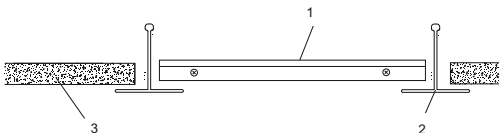

Рисунок 2
4.2.3 Встраиваемый монтаж производить в подвесные потолки типа «Armstrong» (см. рисунок 2). Светодиодную панель (1) установить на место потолочной плиты 600×600 мм (3) в межпотолочное пространство между направляющими (2) потолка «Armstrong», как показано на рисунке 2.